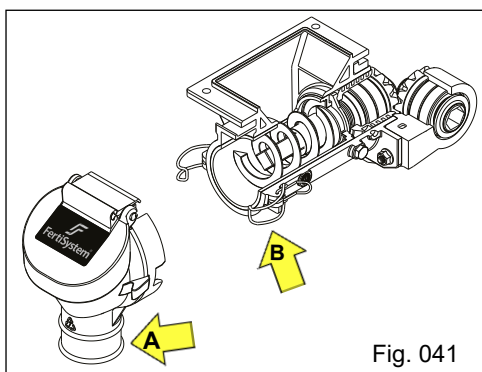

Fig. 041
a) Desmonte o bocal "A", através do engate rápido "B" (Fig. 041).